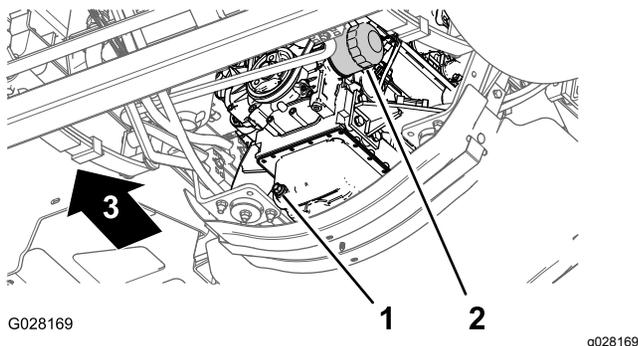

Figure 51
3. Placez un bac de vidange sous le filtre à huile moteur (Figure 51).
4. Retirez le filtre à huile usagé (Figure 51).
8. Posez le filtre à huile sur l'adaptateur et vissez le filtre dans le sens horaire jusqu'à ce que le joint en caoutchouc touche l'adaptateur, puis serrez encore le filtre de  $\frac{1}{2}$  tour (Figure 51).
1. Placez un bac de vidange de 5,6 litres ou plus sous le bouchon de vidange (Figure 51).
2. Enlevez le bouchon de vidange (Figure 51) pour permettre à toute l'huile de s'écouler.